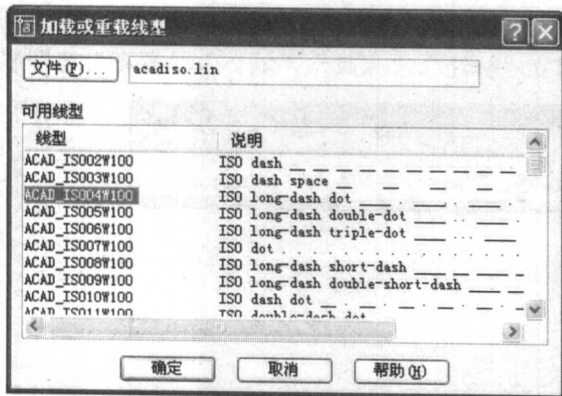

图 1-6 “加载或重载线型”对话框
(5) 单击“加载”按钮,弹出“加载或重载线型”对话框,选择 ACAD_ISO04W100 线型,如图 1-6 所示。单击“确定”按钮,返回到“选择线型”对话框,再单击“选择线型”对话框中的“确定”按钮,线型设置完成。